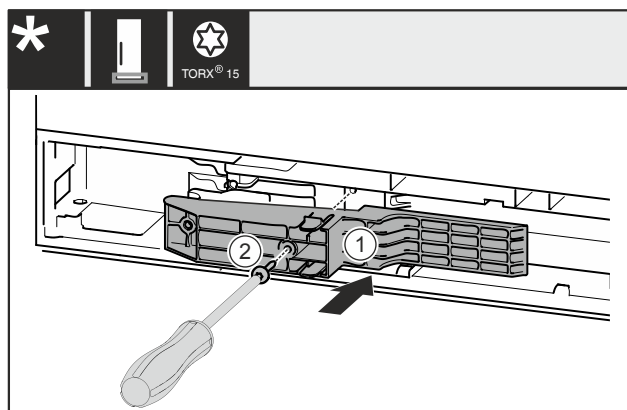

Fig. 52 *
- ▶ Vstavite prilagodilnik Fig. 52 (1) na strani z ročajem v odprtino.*
- ▶ Zategnite vijak Fig. 52 (2) z izvijačem.*